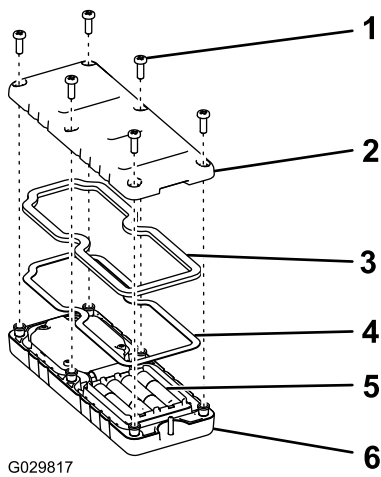

Figure 31
1. Retirez les 6 vis au dos de la télécommande et déposez le couvercle (Figure 31).
5. Remettez le couvercle en place et fixez-le avec les 6 vis retirées précédemment (Figure 31) serrées à un couple de 1,5 à 1,7 N m.